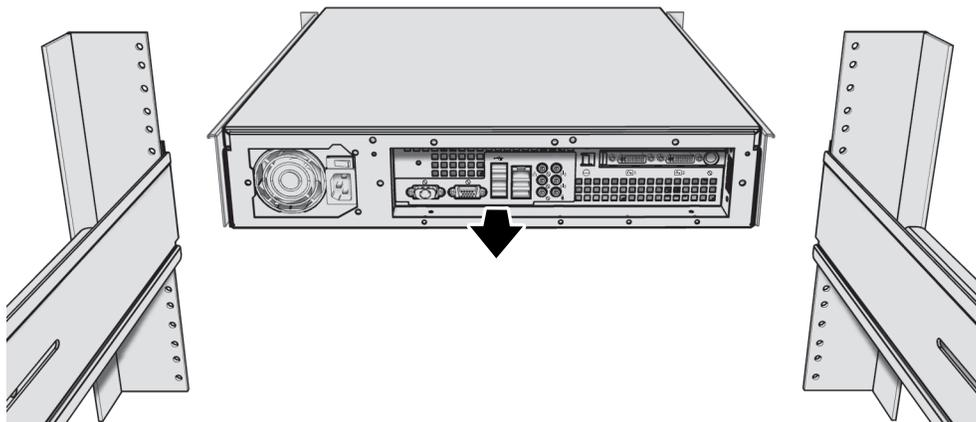

Figura 9. Montagem da estação de trabalho Endura no rack
9. Coloque o aparelho sobre os trilhos de montagem, deslizando os suportes do chassi sobre os trilhos (consulte a Figura 9). Esta etapa pode requerer duas pessoas, para erguer e deslizar o aparelho até a posição certa. O aparelho deve deslizar para dentro e fora do rack facilmente.